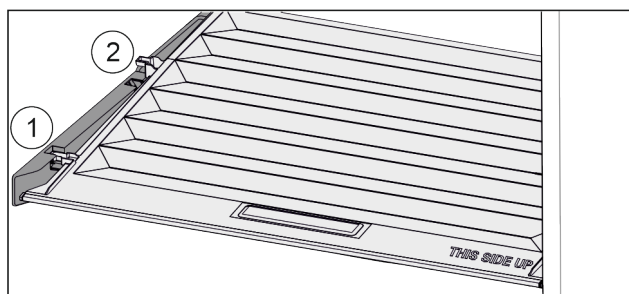

Fig. 81
- Vedä kantta kiinnikkeissä olevaan aukkoon saakka eteenpäin Fig. 81 (1).
- Nosta sitä takaosasta ja ota se pois yläkautta Fig. 81 (2).